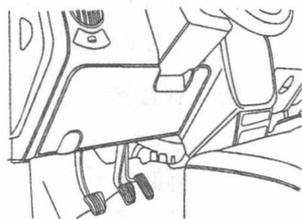

图 1-12 用螺钉安装装饰板
- (1) 必要时，安装新的制动踏板盖板。
- (2) 在踏板轴上涂抹润滑脂。
- (3) 将制动踏板放置到踏板至仪表板的托架和踏板轴上。
- (4) 将螺母放到踏板安装轴上。
- (5) 用销和卡环将推杆安装至踏板。
- (6) 将轴上的弹簧安装到原来位置。
- (7) 将停车灯开关和插接器总成拧入踏板托架内,以连接该总成。
- (8) 用螺钉安装装饰板,如图 1-12 所示。